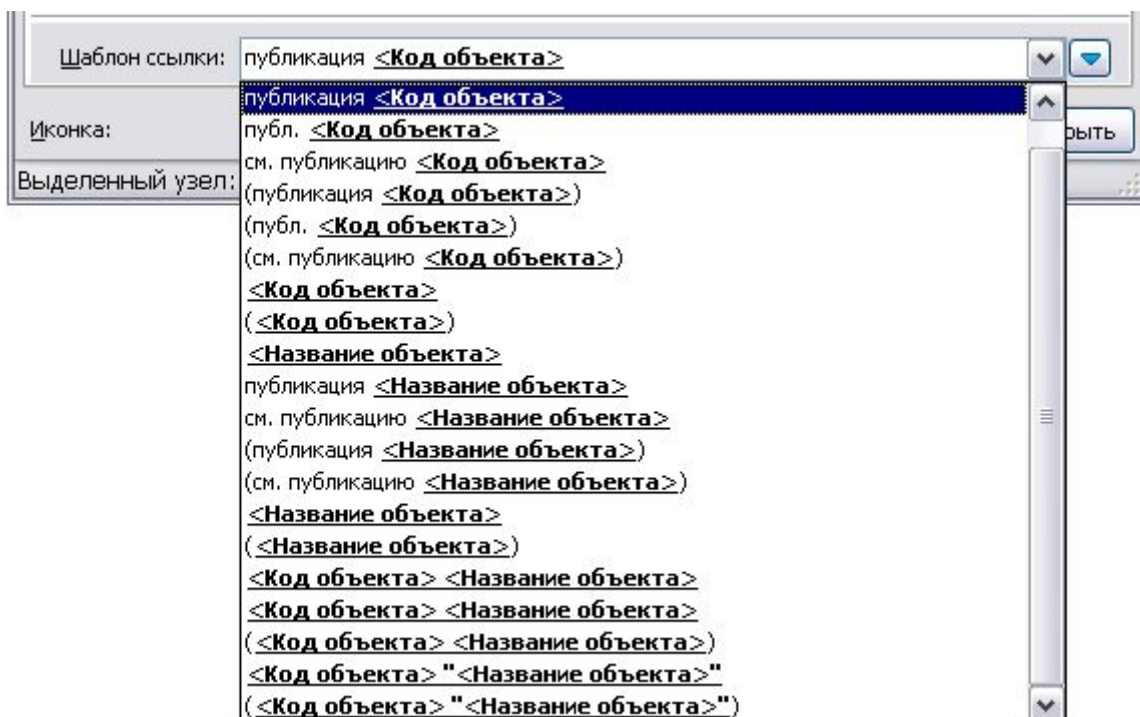

Рис. 3.229
5. В поле ввода **Шаблон ссылки:** из выпадающего списка выберите тип надписи для ссылки (Рис. 3.229).